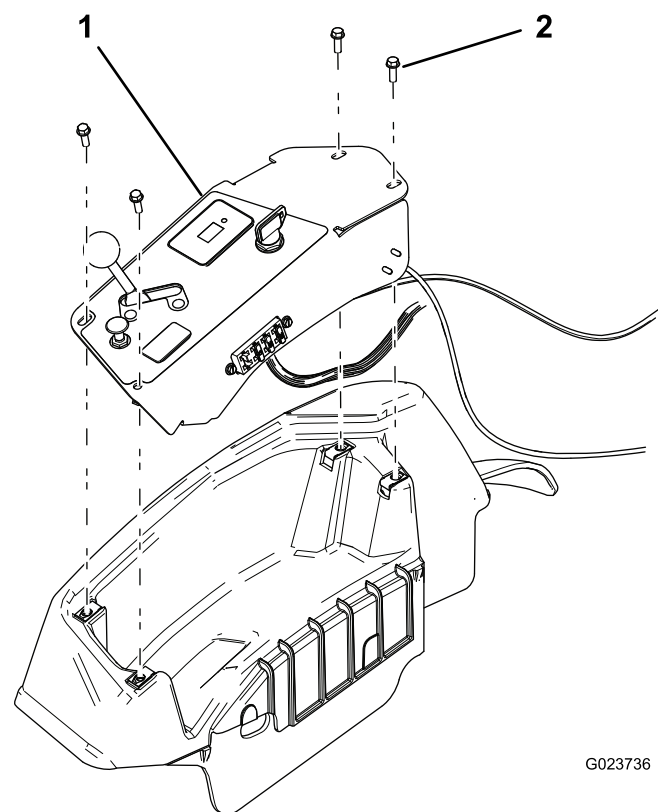

Figure 27
2. Déposez le panneau de commande (Figure 27).